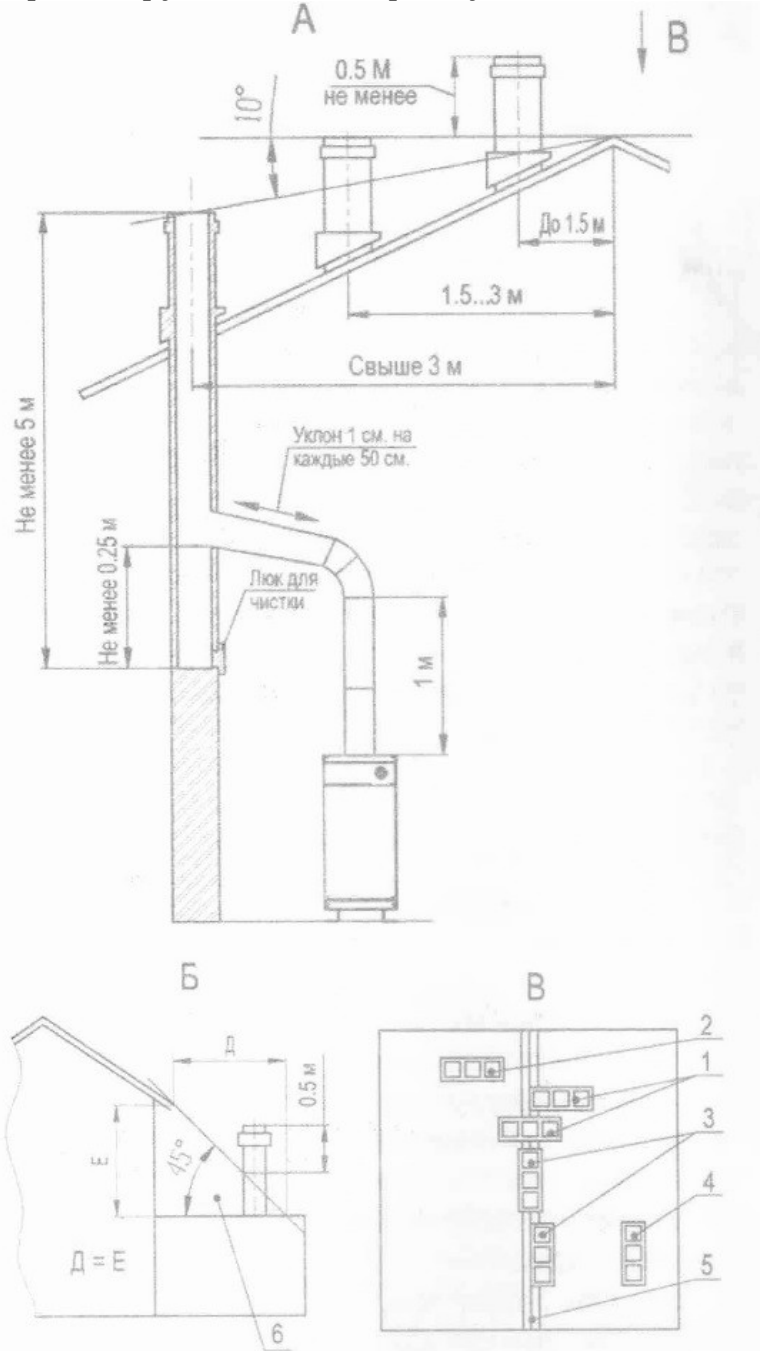

Рис. 11. Схема расположения дымовой трубы.
7.6. Аппарат работает при естественной тяге, создаваемой дымовой трубой за счет разницы плотности холодного и нагретого воздуха, поэтому устройство дымовой трубы должно отвечать следующим требованиям см (рис.11, рис.12):